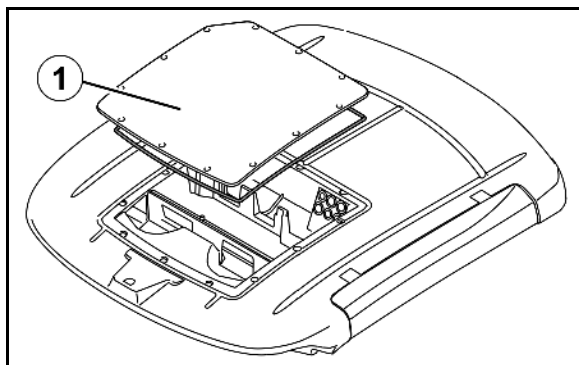

Bild 170
1. Skruva av kåpan (Bild 170/1) från hyttaket.